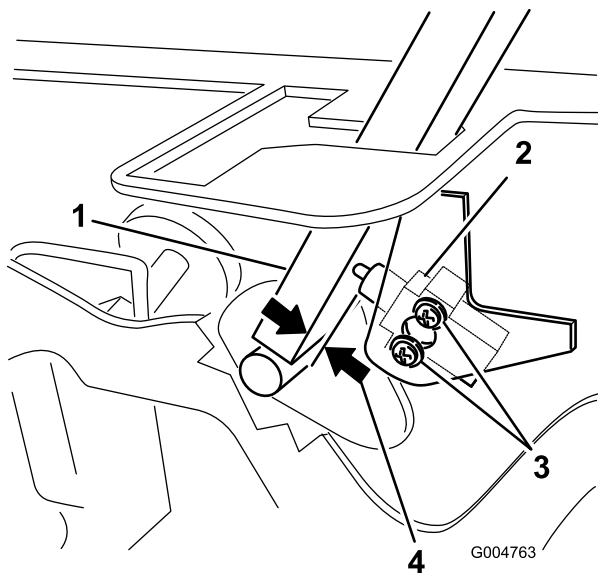

**Figura 47**
2. Retire os parafusos que fixam o painel dianteiro e retire o painel (Figura 47).